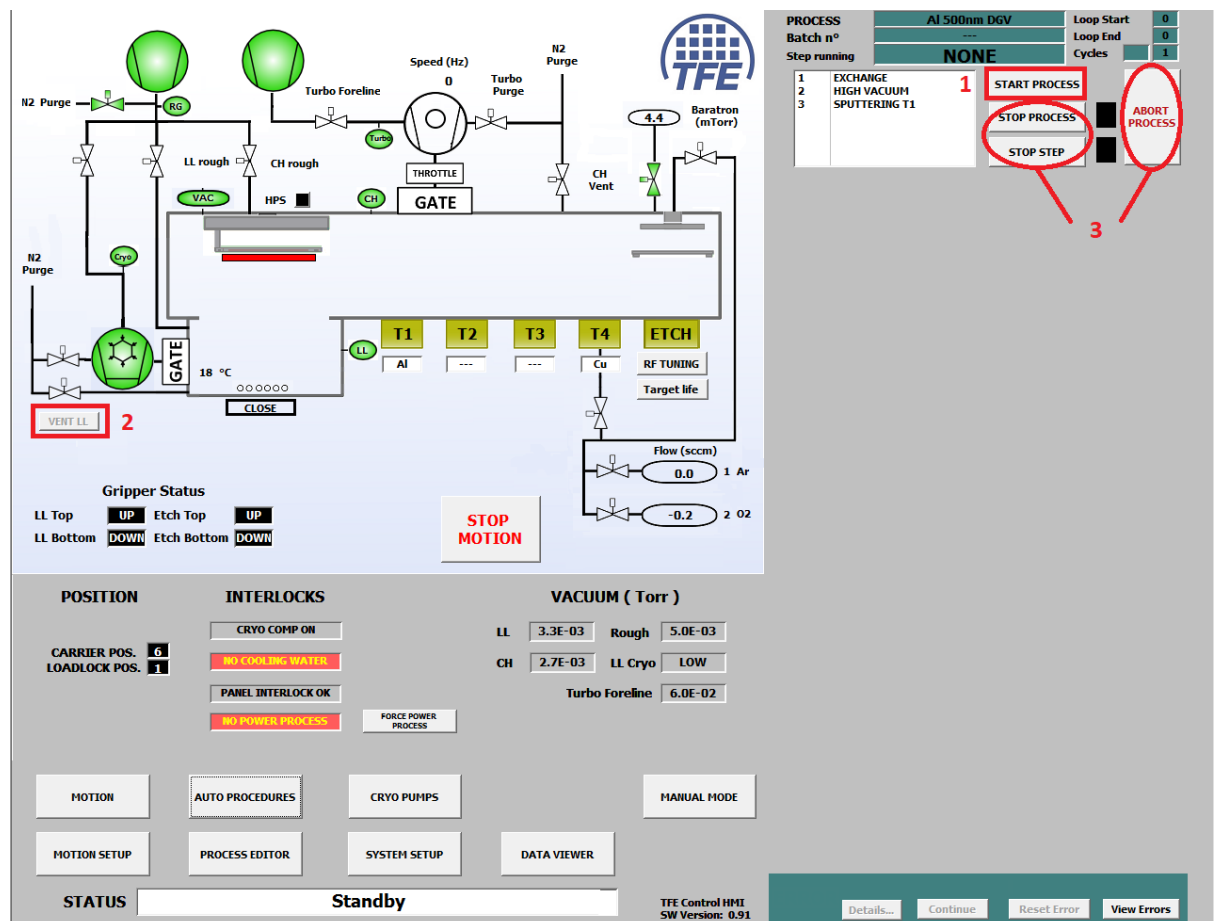

Figure 6 : Synoptique
- Pour cela, cliquer sur l'étape de la recette (1). Le cadre PARAMETERS (2) s'ouvre et affiche les paramètres de l'étape sélectionnée.
- Réaliser la modification souhaitée (3) soit :
- Pour cela, renseigner (4) le numéro de l'étape initiale de la boucle ainsi que le numéro de la dernière
- Cliquer sur LOAD PROCESS IN PLC MEMORY (5) pour charger la recette
- Pour démarrer la recette (figure 6), cliquer sur START PROCESS (1).